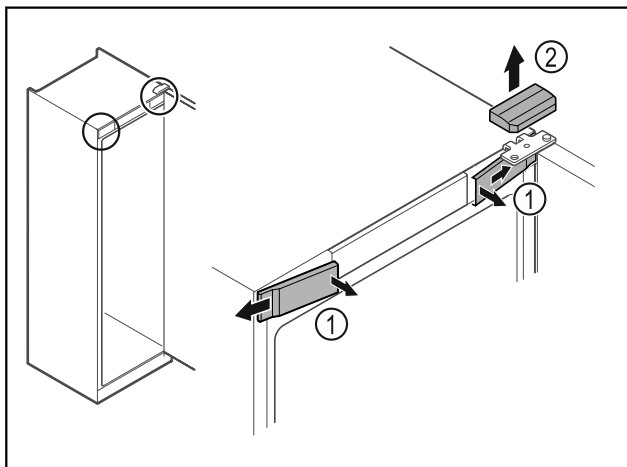

Fig. 8*
- ▶ Ξεκουμπώστε εσωτερικά τα μπροστινά καλύμματα Fig. 8 (1) και αφαιρέστε τα προς το πλάι.*
- ▶ Αφαιρέστε προς τα επάνω το επάνω κάλυμμα Fig. 8 (2).*